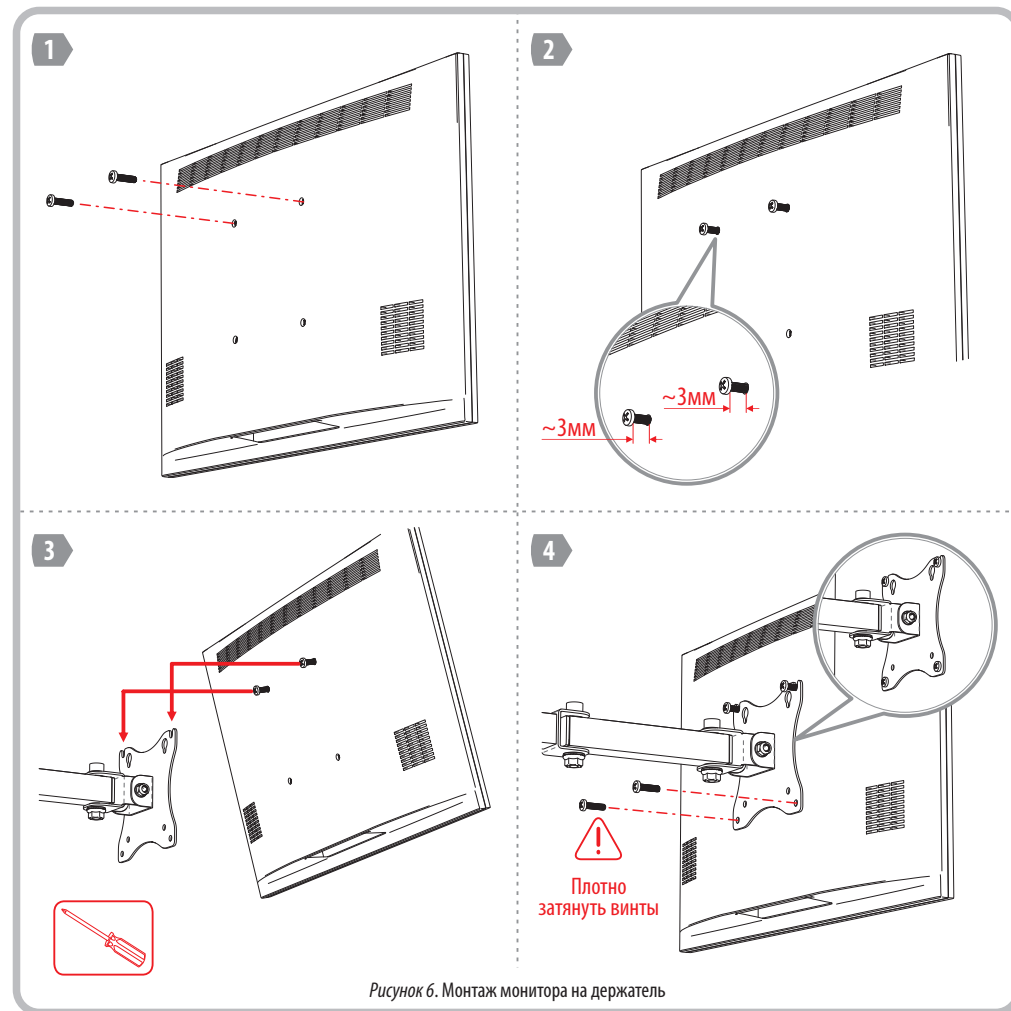

Рисунок 6. Монтаж монитора на держатель
- 4.5. Вверните винты M4 в крепёжные отверстия VESA на мониторе, оставив расстояние между головкой и корпусом около 3мм. Навесьте монитор на держатель и вверните нижние винты в крепёжные отверстия VESA. Протяните все винты, убедитесь в отсутствии люфта монитора. Процесс монтажа монитора показан на рис.6.